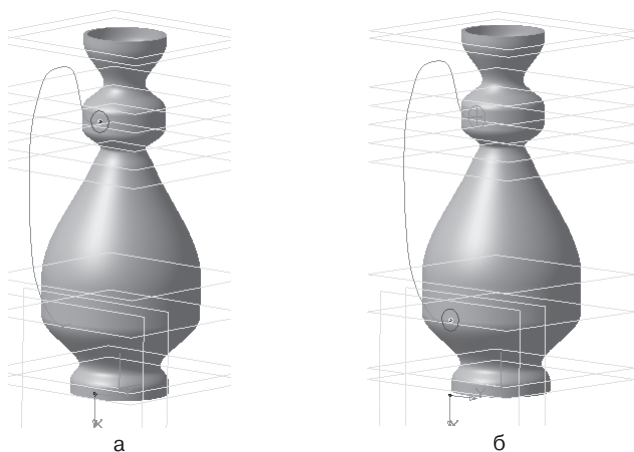

Рис. 272
-  – инструментальная панель **Геометрия**. Постройте окружность радиусом 3 мм (диаметр 6 мм), используя **Глобальную** привязку – **Ближайшая точка** (рис. 272, а);
- в **Дереве** построения щелчком ЛКМ укажите **Смещенная плоскость:13**. Вновь войдите в  – **Эскиз** и аналогичным образом постройте эскиз в нижней точке ручки, начиная с проецирования точки на плоскость (радиус окружности – 3 мм). Для удобства работы поворачивайте модель (рис. 272, б);